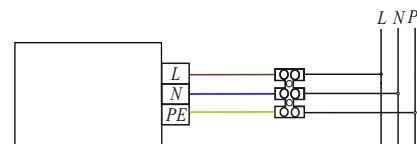

Рис. 1. Схема подключения
-Закрепите кронштейн прожектора на опорной поверхности. При помощи соединительных клемм подключите сетевые провода с соответствующими выводами прожектора согласно схеме подключения (см. рисунок 1).